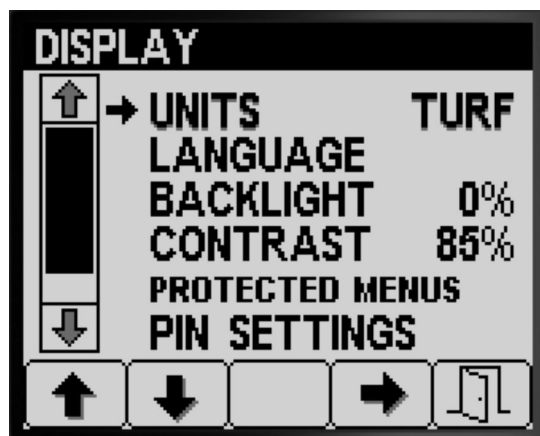

图 17
- 按 1 号或 2 号按钮可导航至 UNITS 单位选项图 17。
- 按 4 号按钮可在 ENGLISH 英语、TURF 草坪与 SI (国际) 之间切换单位制度图 17。
- 按 5 号按钮可保存设置退出 UNITS 单位屏幕然后返回至 Settings 设置屏幕图 17。